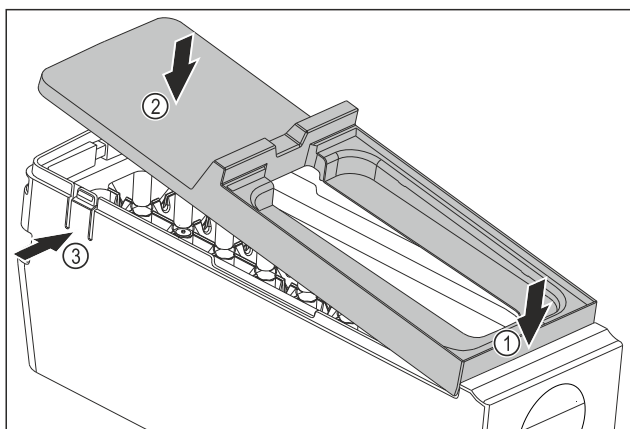

Fig. 245
- ▶ Montați apărătoarea corpului EasyTwist-Ice: Așezați în față apărătoarea. Fig. 245 (1)
- ▶ Coborâți în spate apărătoarea. Fig. 245 (2)
- ▶ Apărătoarea se fixează în poziție cu zgomot specific în cele două eclise Fig. 245 (3).